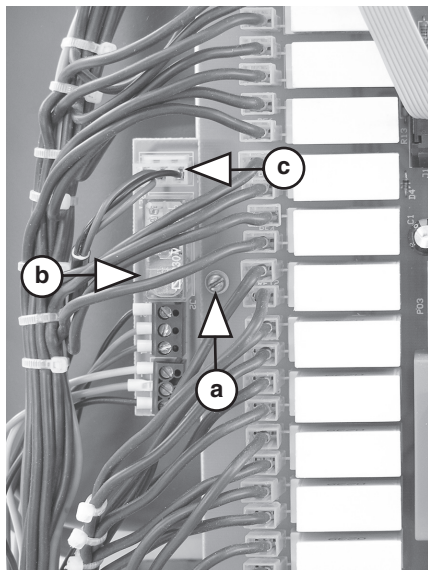

рис. 2
10. Отпустите и вывинтите предохранительный винт панели управления котла (рис. 2, поз. а).
11. Приложите и с помощью упомянутого предохранительного винта прикрепите плату управления 3-ходового механического клапана (рис. 2, поз. б) к главной плате управления котла.
16. Другую сторону кабеля с меньшим разъёмом проведите через один из свободных проходов снизу котла (нужно подобрать проходной изолятор) и подключите его к установленной панели управления 3-ходового механического клапана (рис. 2, поз. с).